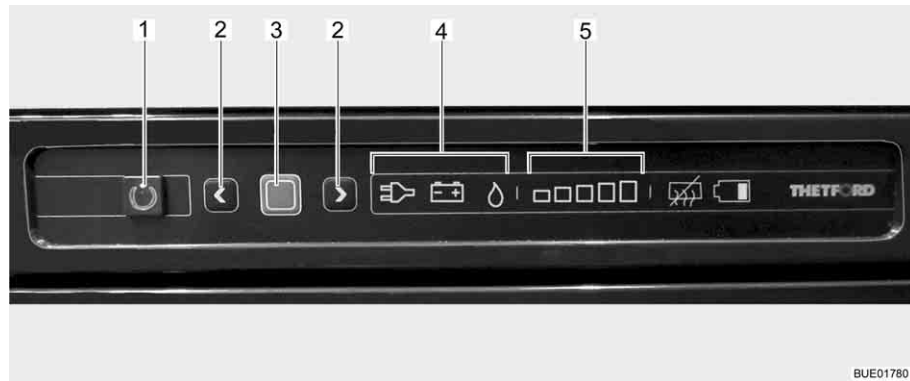

Bild 196 Bedienelemente für den Kühlschrank
Die aktuelle Betriebsart wird durch ein leuchtendes Symbol (Bild 196,4) an der Bedieneinheit angezeigt.
Nach dem Einschalten wählt der Kühlschrank automatisch die zuletzt gewählte Thermostateinstellung. Diese Einstellung kann manuell mit den Pfeiltasten (Bild 196,2) nachgeregelt werden. Die Leuchtbalken der Kühlstufenanzeige (Bild 196,5) zeigen die gewählte Thermostateinstellung an. Mit den Pfeiltasten wird die Kühltemperatur für alle drei Energiearten eingestellt. Es dauert einige Stunden, bis der Kühlschrank die normale Betriebstemperatur erreicht hat. Beim Umschalten der Betriebsart wird die Thermostateinstellung beibehalten. Die Kühltemperatur wird unabhängig von der Energieart beibehalten.
- Taste Ein/Aus (Bild 196,1) 1 Sekunde lang drücken. Taste (Bild 196,1) leuchtet grün auf. Nach ca. 10 Sekunden wird die Anzeige aus Energie-spargründen gedimmt.
- Bestätigungstaste (Bild 196,3) drücken. Die aktuelle Einstellung der Betriebsart wird angezeigt.
- Wenn nicht Betriebsart Gas eingestellt ist: Zum Ändern der Einstellung Bestätigungstaste (Bild 196,3) ca. 2 Sekunden lang drücken.
- Mit den Pfeiltasten (Bild 196,2) die Betriebsart Gas auswählen. Die Gaszufuhr ist geöffnet. Der Zündvorgang erfolgt automatisch. Ein tickendes Geräusch ist hörbar, bis der Zündvorgang erfolgreich abgeschlossen ist.
- Bestätigungstaste (Bild 196,3) ca. 2 Sekunden lang drücken.
- Bestätigungstaste (Bild 196,3) erneut drücken. Die aktuelle Kühlstufe wird durch die Leuchtbalken (Bild 196,5) angezeigt.
- Zum Ändern der Einstellung die Pfeiltasten (Bild 196,2) drücken, bis die gewünschte Einstellung angezeigt wird.
- Taste Ein/Aus (Bild 196,1) ca. 2 Sekunden lang drücken. Alle Lampen erlöschen. Der Kühlschrank ist abgeschaltet.
- Taste Ein/Aus (Bild 196,1) 1 Sekunde lang drücken. Taste (Bild 196,1) leuchtet grün auf. Nach ca. 10 Sekunden wird die Anzeige aus Energiespargründen gedimmt.
- Wenn nicht Betriebsart 230-V-Betrieb eingestellt ist: Zum Ändern der Einstellung Bestätigungstaste (Bild 196,3) ca. 2 Sekunden lang drücken.
- Mit den Pfeiltasten (Bild 196,2) die 230-V-Betriebsart auswählen.
- Wenn nicht Betriebsart 12-V-Betrieb eingestellt ist: Zum Ändern der Einstellung Bestätigungstaste (Bild 196,3) ca. 2 Sekunden lang drücken.
- Mit den Pfeiltasten (Bild 196,2) die 12-V-Betriebsart auswählen.